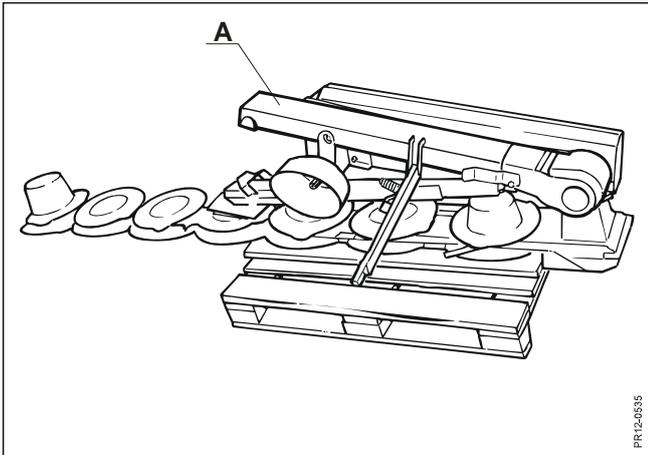

Fig. 1-1
- Fig. 1-1:** Alle Teile werden von der Transportpackung freigemacht.